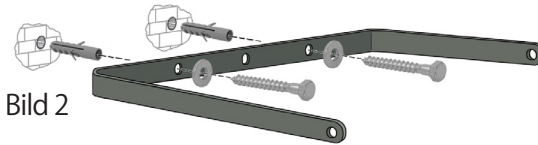

Bild 2
- Die Bohrlöcher an den entsprechenden Stellen anzeichnen, die Löcher bohren und die Dübel einsetzen. Bei Holzwänden oder Leichtbauwänden passendes Material verwenden. Den Halter mit Schrauben und ggf. mit Unterlegscheiben anschrauben (Bild 2).